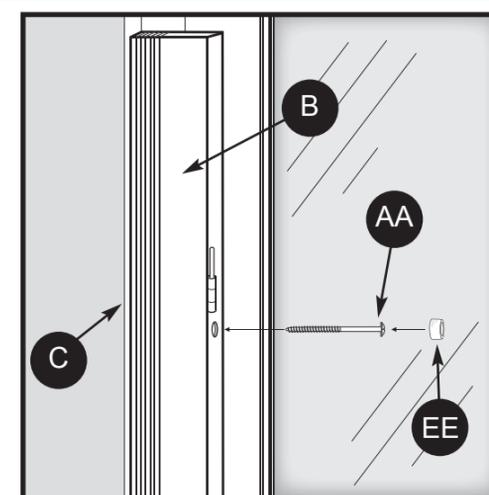

Fig. 1
Paso 1: (Fig. 1)
Aditamentos utilizados (Fig. 1)